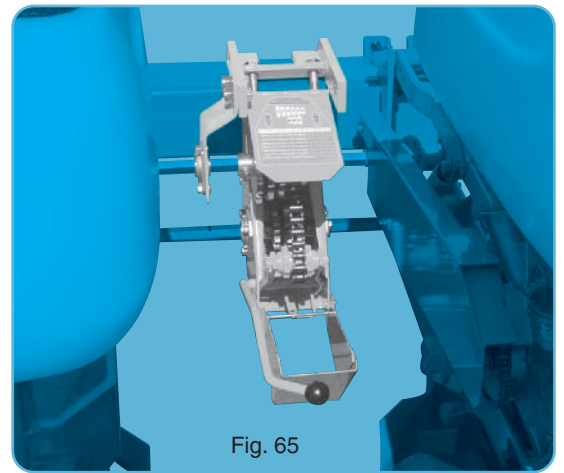

Fig. 65
- Montage déporté (fig. 65) pour semoir à nombre de rangs impair. La boîte se place à gauche et au plus près de l'élément central : pour cela supprimer 1 des paliers ④ support axe hexagonal.
- Offset assembly (fig. 65) for planters with an odd number of rows and inter-row spacing under 45 cm (18"). The gearbox is then mounted on the left and as close as possible to the central metering unit. To do so, remove one of the bearing fingers ④ which support the hexagonal shaft.
Seitlich gesetzte Montage (Abb. 65) für Sämaschinen ungerader Reihenanzahl und Reihenabstände unter 45 cm. Das Wechselgetriebe wird links und ganz nah am mittleren Element angebracht. Bei dieser Stellung ist die Lagerstütze ④ zu entfernen.
- montage uit het midden (fig. 65) voor een zaaimachine met een oneven aantal rijen.